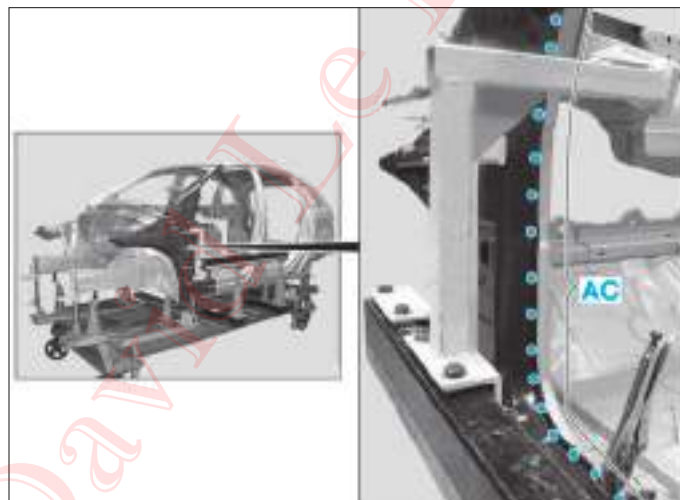

FIG. 55
Pour garantir la résistance minimum nécessaire des soudures d'assemblage, il faut que les nouveaux points de soudage par résistance soient placés exactement sur la position des points de soudage par résistance de l'usine car cette zone était auparavant soudée (zone AC) (Fig.54) et (Fig.55).
- Souder les points dans la zone (AC) (Fig.55).